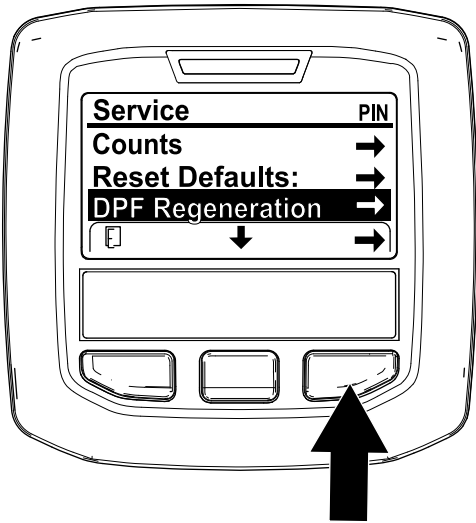

Рисунок 42
1. Перейдите к меню Service (Техобслуживание), нажмите среднюю кнопку для прокрутки вниз к опции DPF REGENERATION (РЕГЕНЕРАЦИЯ DPF) (Рисунок 42).
2. Нажмите правую кнопку для выбора позиции DPF Regeneration (Регенерация DPF) (Рисунок 42).